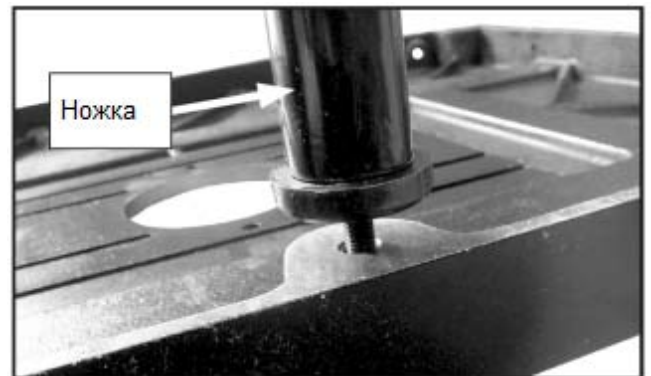

Рис. 3: Опорная ножка, прикрепленная к фрезерному столу.
4. Завинтите ножку на шпильку на нижней стороне фрезерного стола, как показано на рис. 3